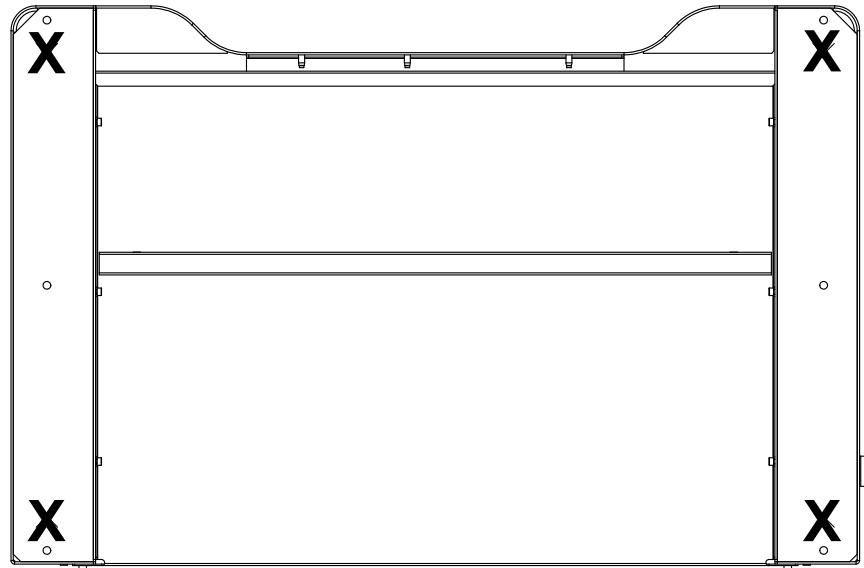

Abbildung 25. Auf der Unterseite des Rahmens ist die Position der Rahmenfüße zu sehen
7. Nehmen Sie die Füße des Rahmens zur Hand, die entfernt wurden, um den Rahmen am Versandgestell zu befestigen. Nehmen Sie die rohrförmigen Halterungen an der Rückseite des Rahmensockels ab und bringen Sie die Rahmenfüße an den in angegebenen Stellen an (Abbildung 25 auf Seite 85).